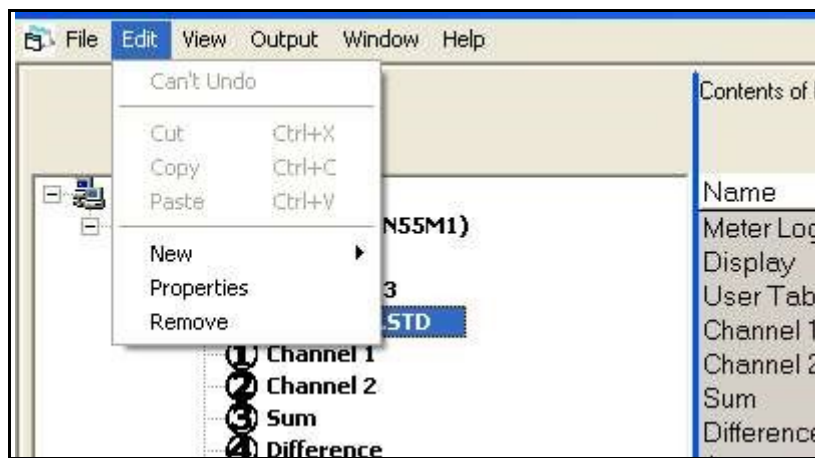

Figure 49: option Propriétés (Propriétés)
2. Faites un clic droit sur le XGF868i en surbrillance et sélectionnez l'option *Propriétés* (Propriétés), comme illustré *Figure 49*.